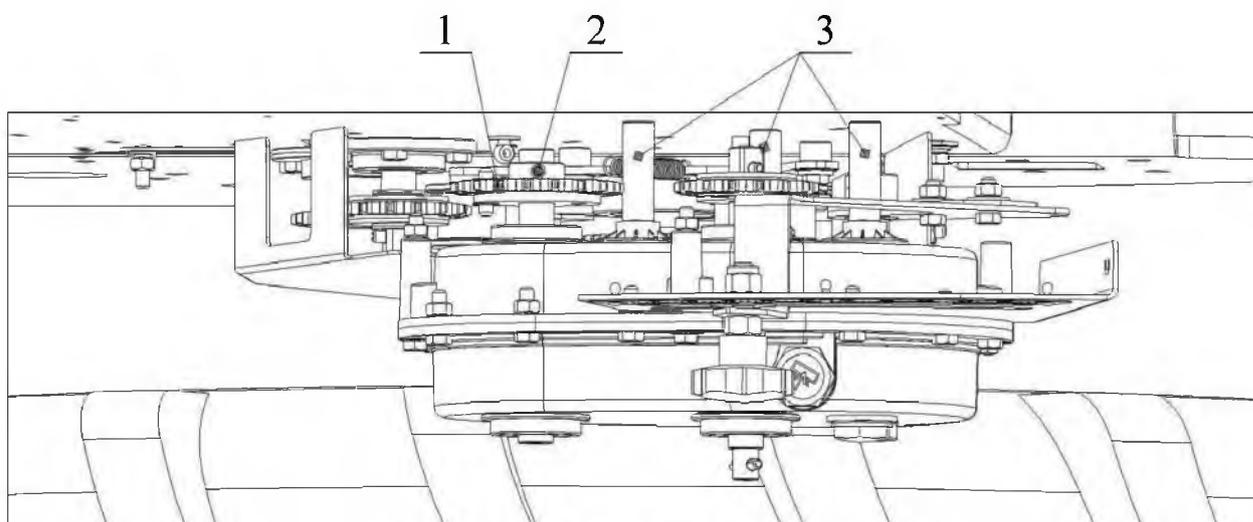

Рисунок 32.
- 2) Снять цепь со звёздочки предохранительной муфты (1) (рис. 32).
- 3) Извлечь штифт (6x30) (2) (рис. 32), соединяющий предохранительную муфту с валом вариатора.
- 4) Ослабить болты крепления (3) вариатора и снять муфту (1) с вала.